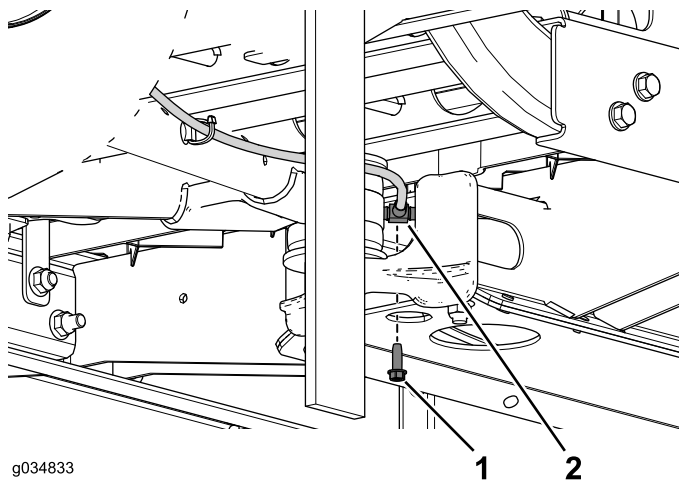

Figure 67
6. Retirez la vis autotaraudeuse qui fixe le raccord en T au profilé central (Figure 67).